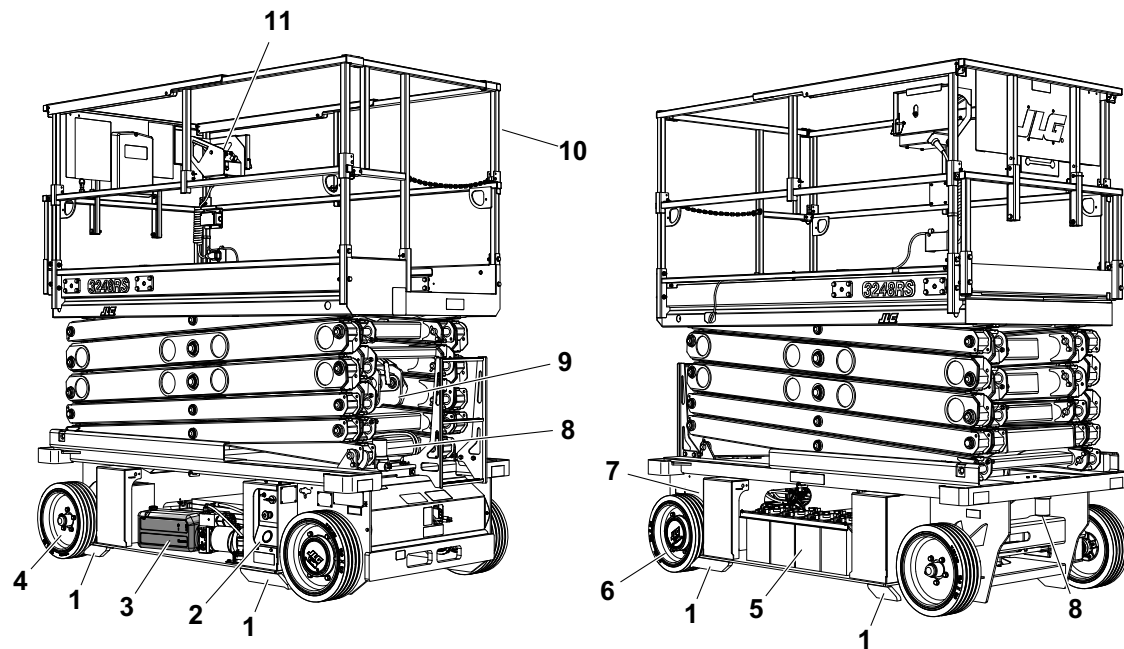

Рис. 2-1. Ежедневный обход (при снятых боковых крышках) — все машины
5. **Обход машины** — см. Рис. 2-1. на стр. 2-8.
Начинайте «обход» с пункта 1, см. Рис. 2-1. на стр. 2-8. Переходите проверку каждого пункта в соответствии с очередностью условий, указанной в приведенном ниже контрольном списке.